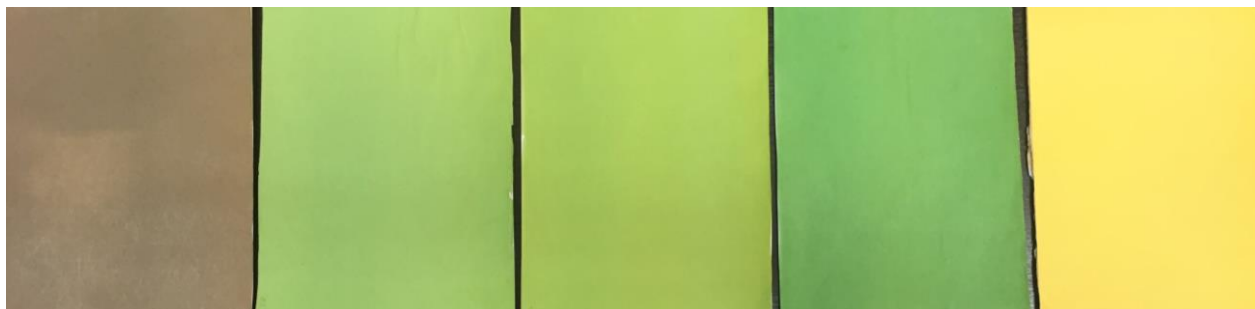

Рисунок 10.13 – Цветные листы
12. Возьмите цветные листы, имитирующие цвет всходов растений (рисунок 10.13).